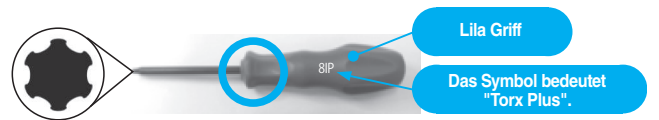

Abb. 2 Schraubenschlüssel "Torx Plus" (für MEW)
- Schraubenschlüssel "Torx Plus" siehe Abb. 2 (Lila Griff)